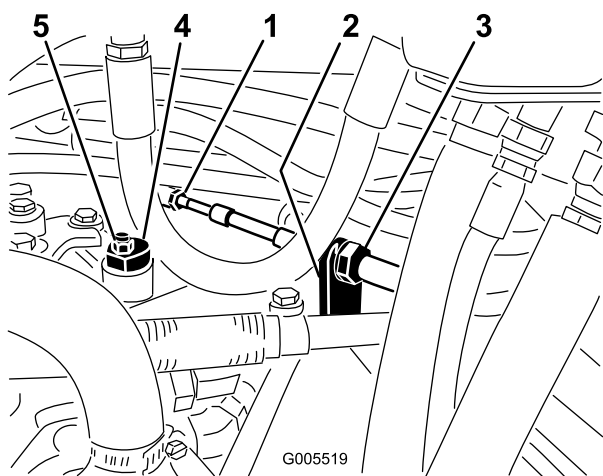

Figure 55
- A. Desserrez les écrous de blocage qui fixent le câble de commande de transmission à la cloison sur l'hydrostat (Figure 55). Desserrez les écrous de blocage uniformément et suffisamment pour permettre le réglage.
Remarque: Desserrez l'écrou de fixation de l'excentrique en haut de l'hydrostat (Figure 55).
- C. Tournez l'excentrique jusqu'à ce que la roue ne tourne plus dans aucune direction. Lorsque la roue arrête de tourner, serrez l'écrou pour bloquer l'excentrique et le réglage (Figure 55). Vérifiez
- D. De chaque côté de la cloison, serrez les contre-écrous uniformément pour fixer le câble de transmission à la cloison (Figure 55).